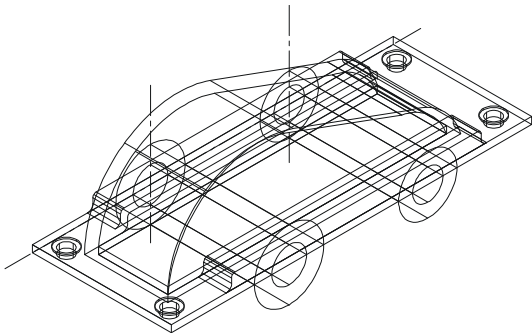

图 12-1-19
STEP 04 参照上步的操作方法，拉伸四个小圆柱，然后运用布尔差运算，效果如图 12-1-19 所示。
// 直接右击结束命令，效果如图 12-1-19 所示